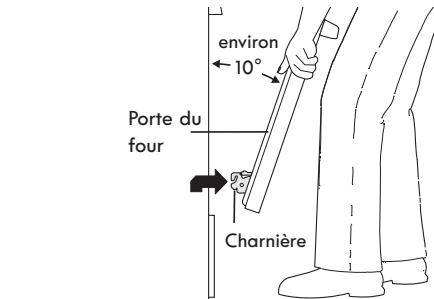
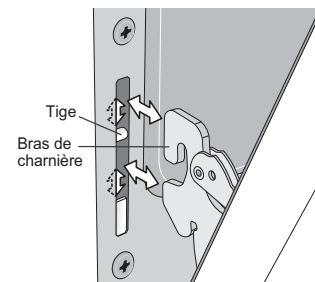

Figure 41 : Maintien de la porte pour le retrait
Figure 42 : Remise en place et emplacement des bras de charnière et des tiges
3. Tenez fermement les deux côtés de la porte. N'utilisez pas la poignée de la porte du four (Voir Figure 41).
4. Fermez la porte à environ 10 degrés du cadre de porte (voir Figure 41).
5. Soulevez les bras des charnières de la porte au-dessus des tiges situées de chaque côté du cadre du four (Voir Figure 42).
1. Tenez fermement les deux côtés de la porte. N'utilisez pas la poignée de la porte du four (Voir Figure 41).
2. En tenant la porte dans le même angle que pour la retirer, posez les crochets des bras des charnières sur les tiges situées de chaque côté du cadre de la porte (voir Figure 41 et Figure 42). Les crochets des bras de charnière doivent être bien assis sur les tiges.